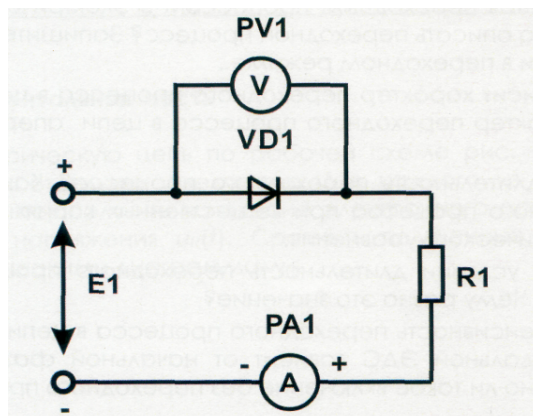

Рис. 1.5 Исследование полупроводниковых диодов
1. Собрать схему для исследования выпрямительного диода VD1 блока «Нелинейные элементы» на постоянном токе (рис. 1.5). В качестве R1 использовать сопротивление 100 Ом блока
4. Собрать схему для исследования выпрямительного диода Шоттки VD3 блока «Нелинейные элементы» на постоянном токе в соответствии с рис. 1.5, заменив в схеме выпрямительный диод VD1 на диод Шоттки VD3. Представить схему для проверки преподавателю.
6. В одной системе координат построить графики ВАХ для обоих диодов. Там же следует для каждого диода построить ВАХ идеального $p-n$ - перехода и по формуле (1) при I_0 - усредненном обратном токе соответствующего диода. Необходимый для расчетов параметр $m \cdot \phi_T$ можно определить по формуле